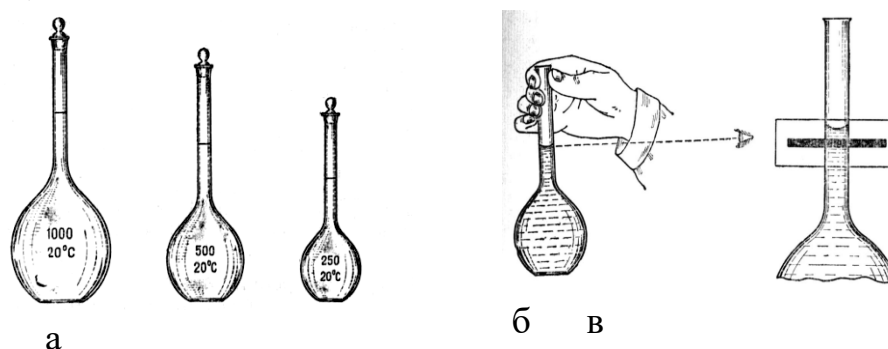

Рис. 32. Мірні колби різного об'єму (а) та встановлення меніску рідини в колбі на рівні ока (б) і спостереження за ним на фоні чорного екрану (в)
Для точного вимірювання об'єму в мілілітрах застосовуються циліндри (рис.30), бюретки (рис.31), піпетки (рис. 33), мірні колби (рис. 32) тощо.
*Мірні колби* (рис. 32) являють собою плоскодонні колби з довгою вузькою шийкою, на яку нанесена кільцева помітка, що відповідає об'єму, вказаному на клеймі колби при температурі 20 °С. Зміна температури на 3-4 °С в той чи інший бік мало впливає на зміну об'єму колби, тому при звичайних визначеннях цією помилкою можна знехтувати. Використовуються мірні колби для приготування титрованих розчинів.
- 4) Після цього в колбу долити воду майже до риски. Останні краплі води додавати дуже обережно, поки нижній меніск рідини в колбі торкнеться кільцевої помітки на її шийці. Для цього зручно користуватися піпеткою або крапельницею (див. рис. 32 в). При цьому потрібно тримати мірну колбу за шийку вище кільцевої помітки, щоб запобігти нагріванню розчину;
- 5) При спостереженні рівня меніска око спостерігача повинно бути в одній горизонтальній площині з ризкою колби (рис. 32 б). Зручніше спостерігати за рівнем меніску у мірній колбі на фоні чорного екрану (рис. 32 в). На шийці колби вище від риски не повинні затримуватись окремі краплі води;
- після охолодження розчину до кімнатної температури довести рівень рідини в колбі до кільцевої помітки по нижньому меніску, як описано вище (див. рис. 32 б,в);